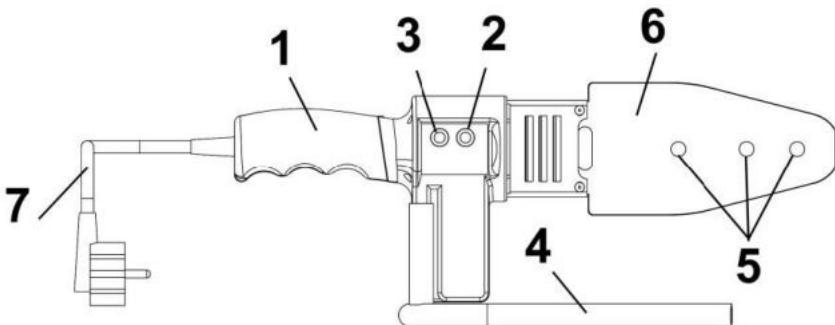

Рисунок 1
2.2.1 Виріб складається з наступних основних частин: нагрівального елементу (6), в який встановлюються циліндричні змінні насадки з тефлоновим покриттям для розігріву стикових поверхонь труб різноманітних діаметрів перед зварюванням; корпусного блоку управління з рукояткою (1), двома світловими індикаторами (2,3) та фіксатором для під'єднання опори; опора для встановлення та утримування виробу під час розігріву – згідно рис. 1. Виріб комплектується змінними насадками для певної номенклатури діаметрів труб.